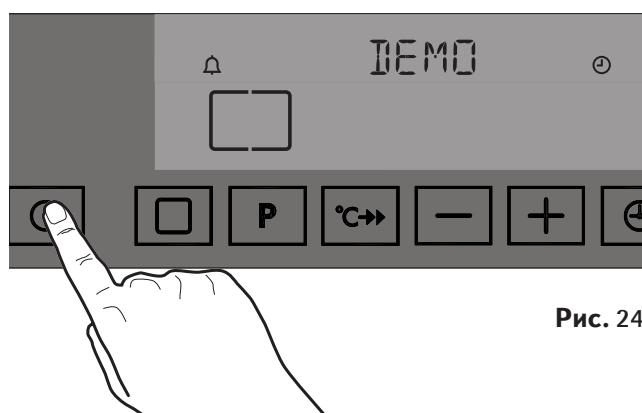

Рис. 24
2. Когда Вы коснетесь клавиши **Φ**, чтобы включить духовку, в верхней части дисплея появится слово “**DEMO**” (ДЕМО) (Рис. 24). После этого Вы можете выбрать любую функцию приготовления, но нагрев духовки выполняться не будет. На дисплее загорится символ термометра , но он не будет мигать или увеличиваться.